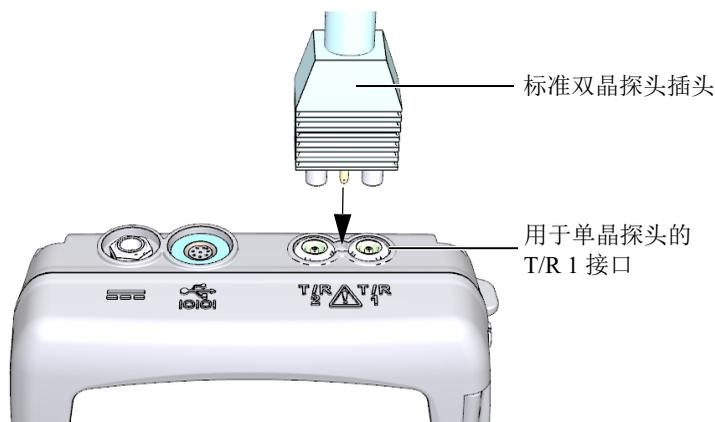

图 5-1 插入探头
1. 将探头插入 38DL PLUS 仪器机壳顶部的探头接口中（参见第 68 页的图 5-1）。单晶探头插入 T/R 1 接口中。